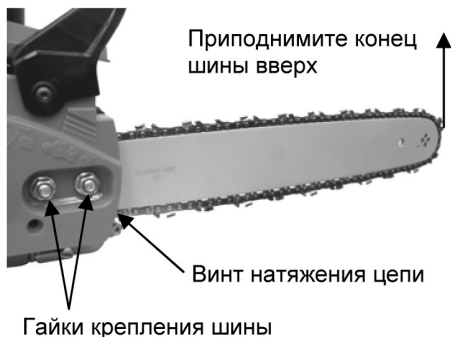

Рис. 5
1. Ослабьте гайки крепления шины (рис. 5).
2. Приподнимите передний конец шины вверх, и удерживая его, шлицевой отверткой комбинированного ключа крутите винт натяжения цепи по часовой стрелке до тех пор, пока цепь не будет плотно прилегать к нижней части шины (рис.5). Затем возьмите цепь посередине шины с верхней части и приподними-